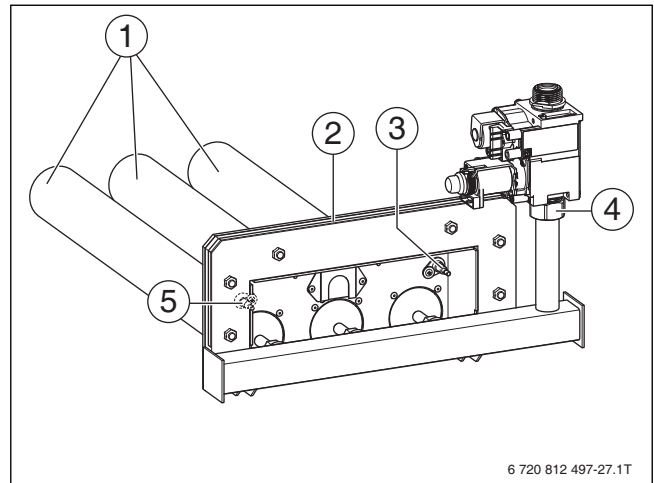

Рис. 39 Чистка горелки
- ▶ Присоедините клапан резьбовым соединением [4] с моментом затяжки 60-65 Н*м, ориентируя его относительно фланца горелки (→ рис. 39, стр. 34).